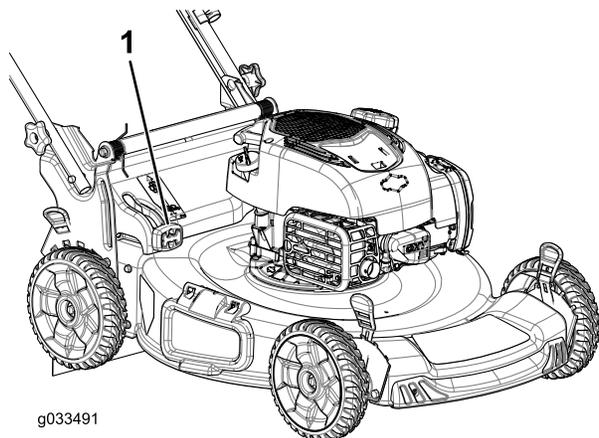

Рисунок 17
- Для сбора скошенной травы и листьев в мешок нажмите кнопку на рычаге включения сбора в мешок и двигайте рычаг вперед, пока кнопка на нем не вернется в исходное положение (Рисунок 17).